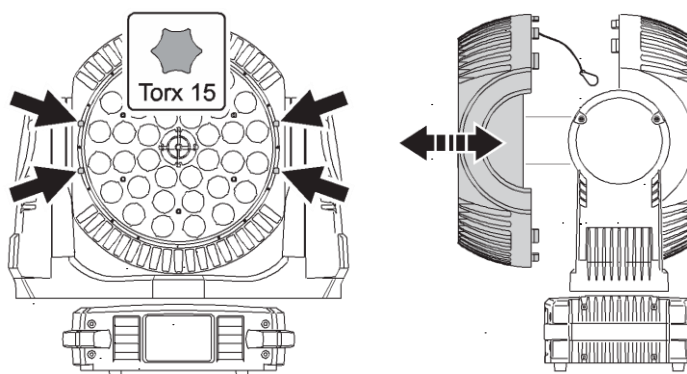

Рис. 7. Снятие и установка модуля головки
2. См. рис. 7. С помощью отвертки с профилем Torx 15 отвинтите четыре винта (см. стрелку), удерживающих модуль головки, слегка приподнимите модуль из зажима, отсоедините страховочный тросик модуля головки и выньте модуль из головки.